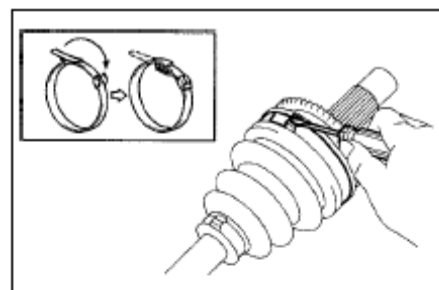

Рис. 136
29. Установите большой хомут пыльника внешнего ШРУСа. Для этого воспользуйтесь отверткой, как показано на рисунке.(рис. 136)